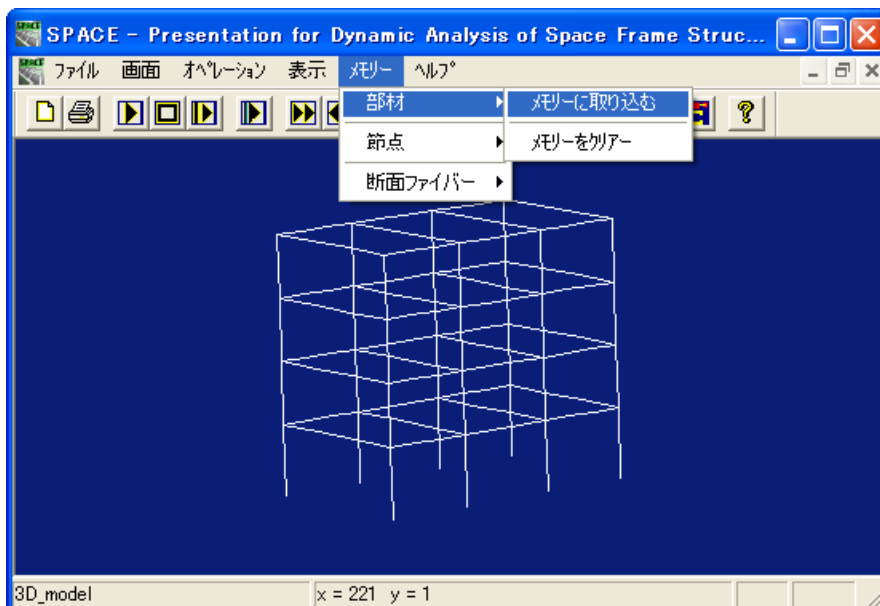

図 9-11 [メモリーに取り込む]メニュー
1. 最初、メニューバーの[メモリー]—[部材]—[メモリーに取り込む]を選択するか、もしくは、ツールバー上の **mi** 印ボタン*3を押す (図 9-11 参照)。